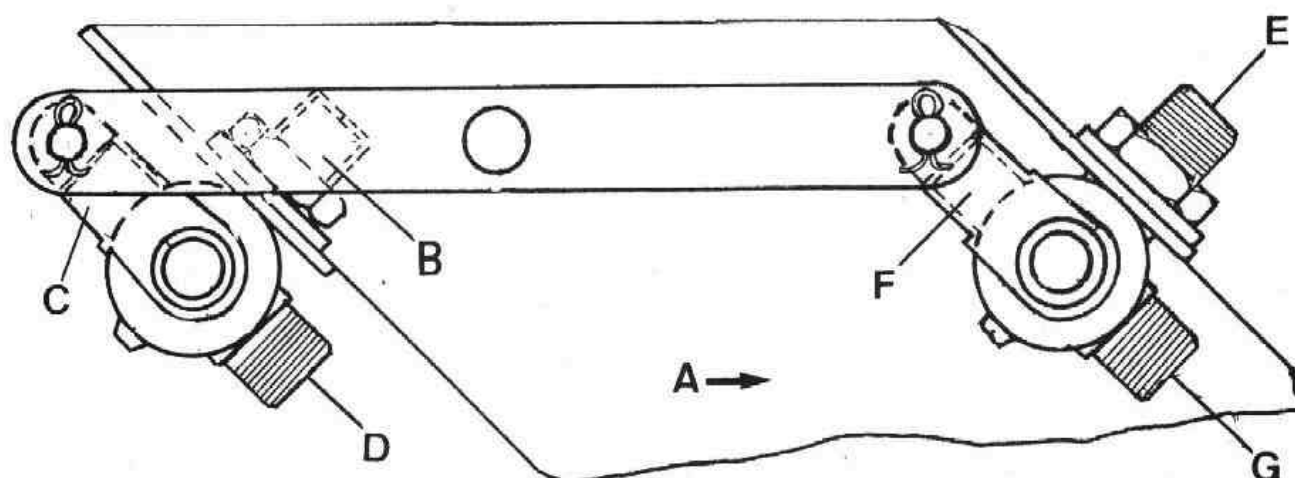

Fig. L1-18 Conexiones de tuberías de alimentación y retorno en válvulas para cambio de depósitos
- 1.5. Identificar las tuberías que van conectadas a las válvulas, antes de proceder a su desconexión, según Fig. L1-18.